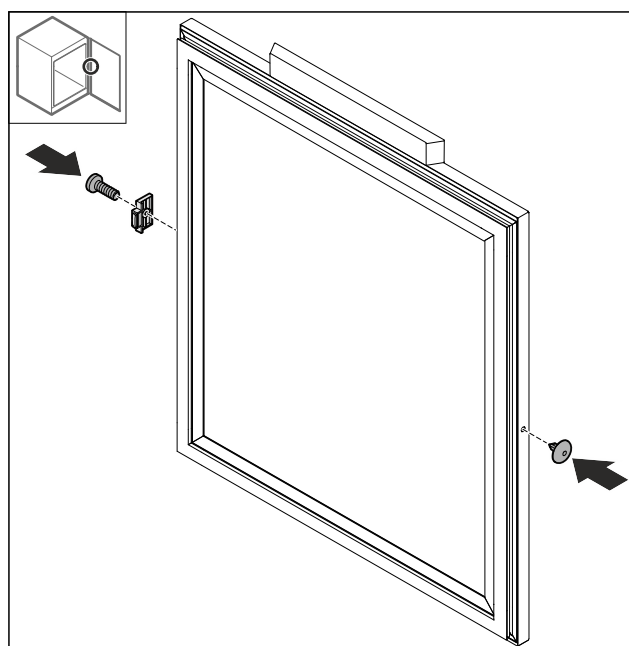

Fig. 73
- ▶ Dveřní zarážka otočená Fig. 73 (1) 180° namontujte na protilehlé straně.
- ▶ Nasadte kryt Fig. 73 (2) na protilehlé straně.